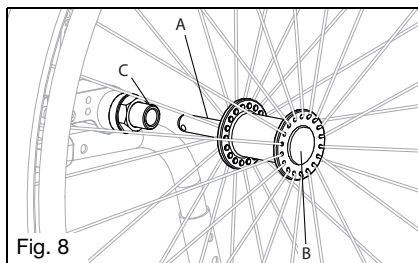

Fig. 8
- c. Pressione novamente o botão de desbloqueio rápido e deslize o eixo para dentro da manga do eixo (Fig. 8:C).